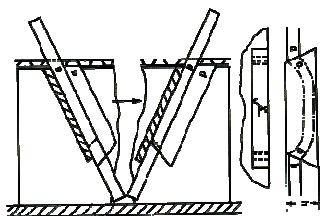

Bild 103: Sägen korrespondierender Schrägen
- f. Herstellung und Anleimen der Dachplatte (Teile 1 und 2) Teil 1 wird nach Zeichnung ausgesägt, Teil 2 wird vorbereitet auf ca. 7 mm x 4 mm x 25 mm. Der Einpaßvorgang von Teil 2 in Teil 1 ist reine Sägearbeit (siehe Bild 103). Der hier dargestellte Sägeschlitten besteht aus einem Brett, 100 mm x 40 mm x 3 mm dick, mit aufgeklebtem Winkelanschlag, am Längsanschlag geführt. Er muß zwar extra hergestellt